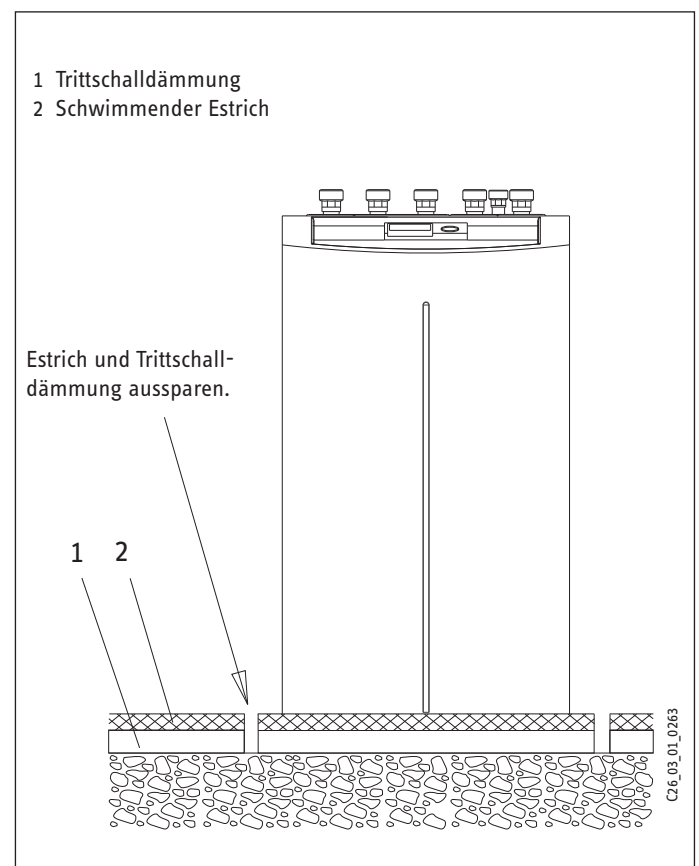

Abb. 6
- Bei schwimmendem Estrich sind für einen schallarmen Betrieb der Wärmepumpe der Estrich und die Trittschalldämmung um den Aufstellort der Wärmepumpe herum auszuspüren (Abb. 6).